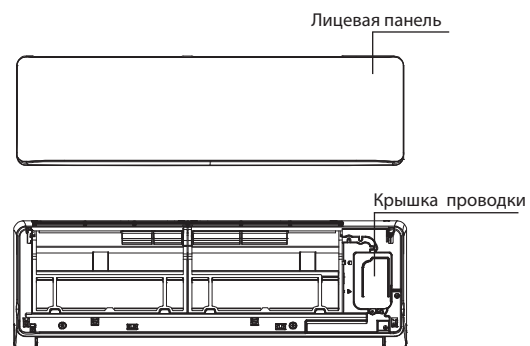

Рис. 7-1
1. Демонтируйте лицевую панель, затем снимите крышку проводки (Рис. 7-1).